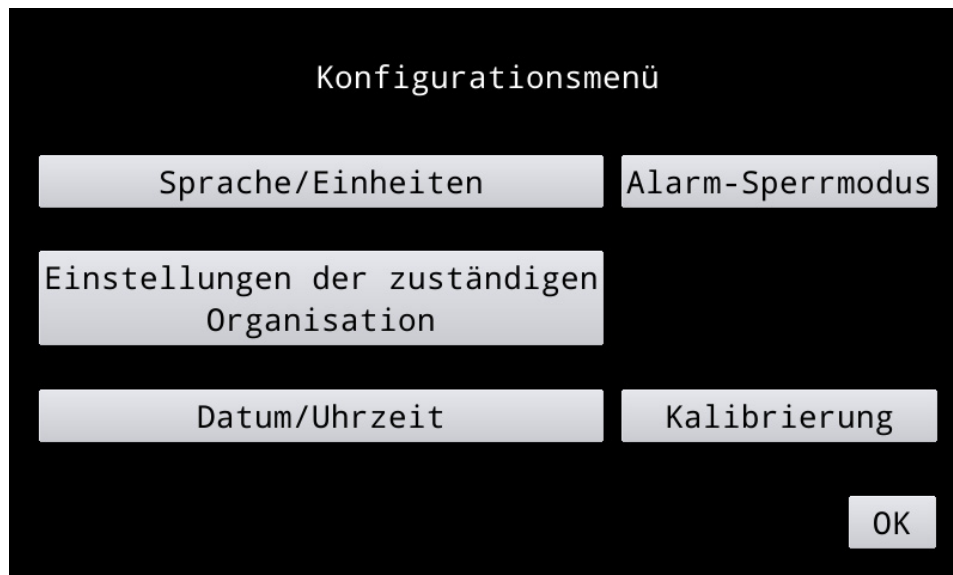

Abbildung 7. Konfigurationsmenü
4. Das Konfigurationsmenü (Abbildung 7) wird angezeigt.